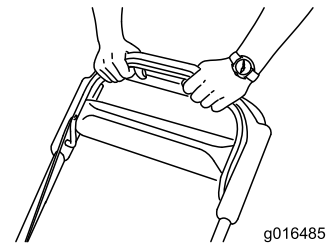

Bild 22
3. Halten Sie den Schaltbügel gegen den Bügel gedrückt (Bild 22).